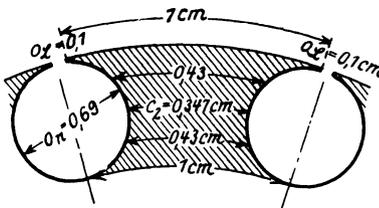

Abb. 259. Läuferfuten zu Aufgabe 325.
nebeneinanderliegende Läuferfuten im Schnitt auf (Abb. 259), entnehme dieser Abbildung die eingezeichneten Längen (1, 0,43, 0,34, 0,43 und 1 cm) und berechne für die hierzu gehörenden Querschnitte \mathfrak{B}_z aus (144). Man erhält: